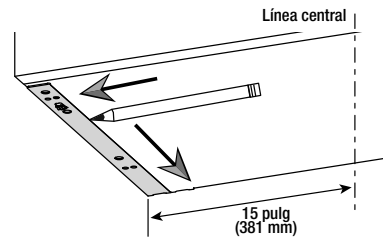

Fig. 17-1
- Alinee el soporte contra el borde lateral de la alacena de 30 pulgadas (762 mm) y de la pared posterior. Dibuje una línea a lo largo del borde interior del soporte, como se muestra en la fig. 17-1.